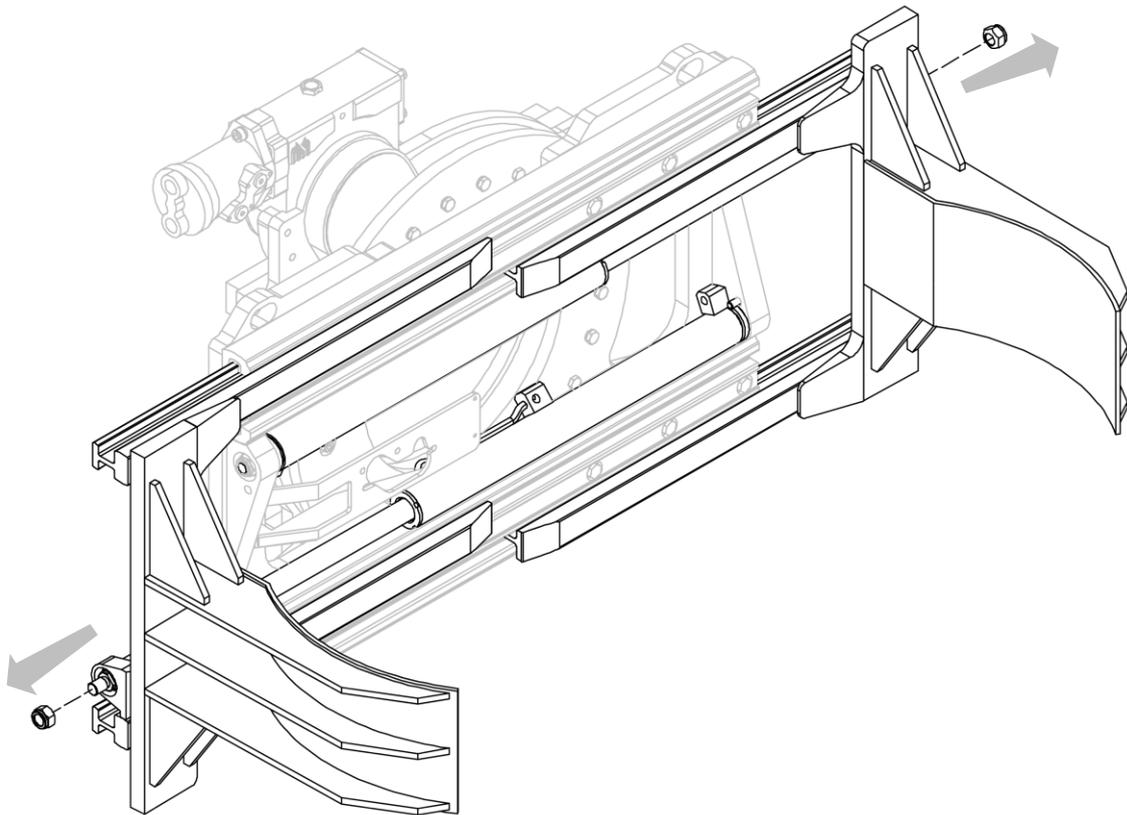

Figura 36
3. Rimuovere i dadi che vincolano i cilindri alle forcelle (vedi *Figura 36*).